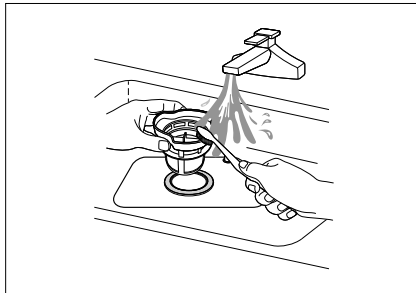

Fig. 20
- ▶ Rincez les filtres à l’eau courante et nettoyez-les soigneusement avec une brosse (voir **fig. 20**). Après chaque lavage, vérifiez si de gros résidus obstruent le filtre et enlevez-les immédiatement.